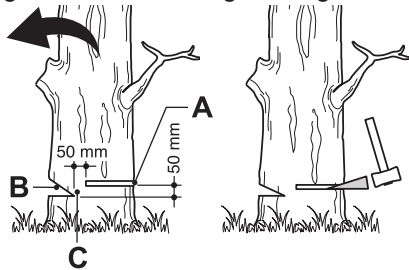

Fig. 29
Realice la hendidura (Fig. 29, B) a 1/3 del diámetro del árbol, de forma perpendicular a la dirección de las caídas (Fig. 29). Realice primero el corte de hendidura horizontal inferior. Esto ayudará a evitar que se pellizque la cadena de la sierra o la barra guía cuando se haga la segunda hendidura.
1. Realice la incisión de tala (Fig. 29, A) al menos 50 mm más alta que la incisión horizontal (Fig. 29). Mantenga el corte trasero de tala paralelo al corte horizontal de hendidura. Realice el corte posterior de tala de forma que quede suficiente madera para que sirva de bisagra. La madera de bisagra (Fig. 29, C) evita que el árbol se tuerza y caiga en la dirección equivocada. No corte a través de la bisagra.